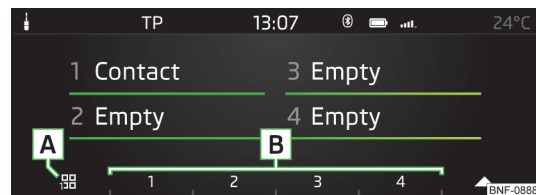

Bild 112
- Tryck på funktionsknappen [A] » bild 112 flera gånger efter varandra för att välja önskad grupp.
- Börja **upprätta anslutningen** genom att trycka på funktionsknappen för önskad kontakt [B] » bild 112.